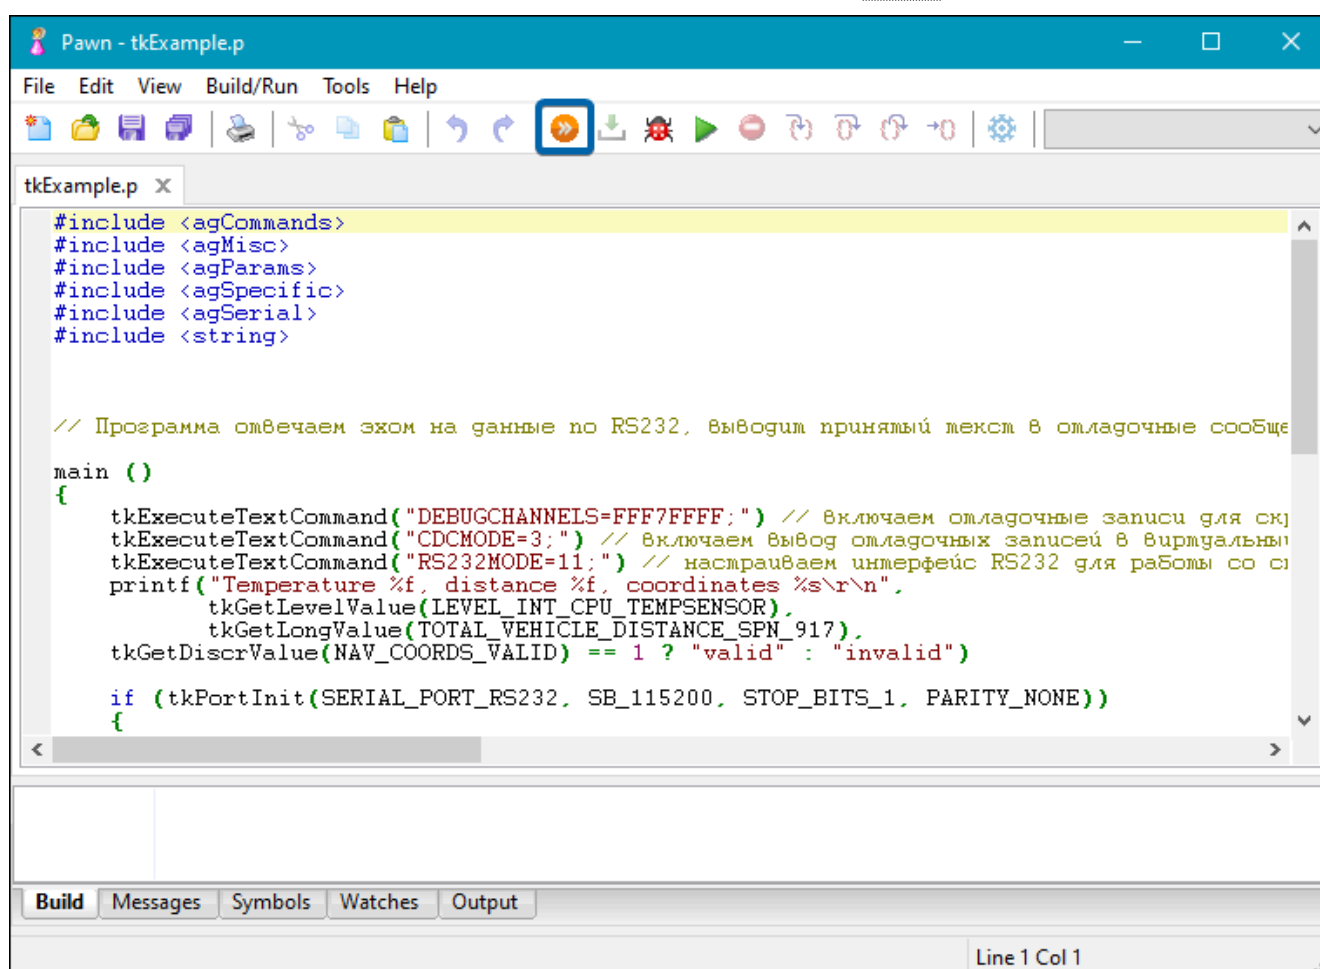

Рис.3. Исходный текст скрипта
2. Откройте файл с исходным текстом скрипта *tkExample.p* (Рис.3).